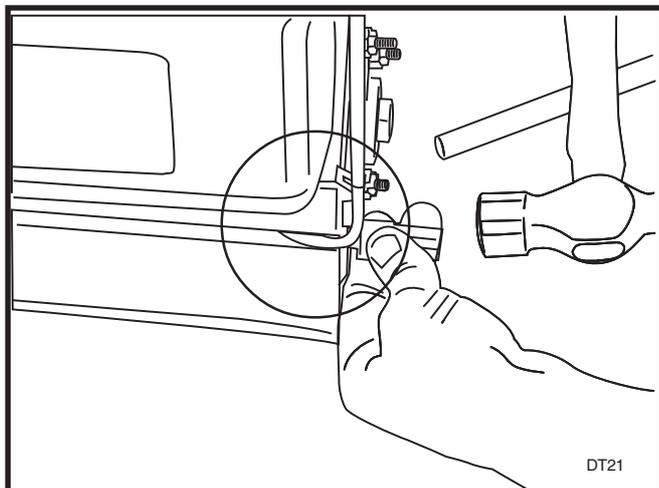

FIGURE 3
10. Remontez la tige du clapet en caoutchouc à l'aide de l'écrou poussoir sur le cadre en vérifiant que le câble est passé au dessus de la tige du clapet. Voir la Figure 3. (Certaines unités comportent des goupilles d'assemblage.)